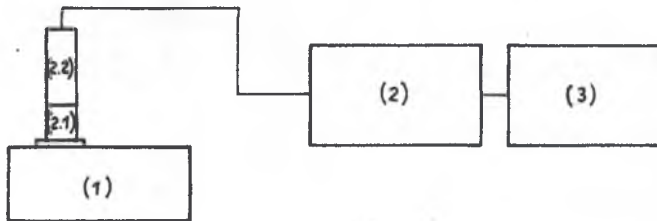

Рис. 1 Измерительная схема для определения звукового давления и частоты звука
Измерительная схема собирается согласно рис. 1.
Измерение частоты звука выполняется согласно рис. 1 при подключении 5-разрядного цифрового частотомера (3) к измерителю уровня звука (2). Измеренная частота также протоколируется.